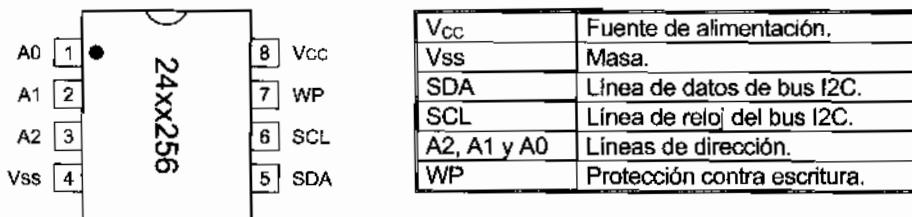

Figura 22-1 Patillaje de la memoria serie 24LC256
- Es una memoria EEPROM serie con interface I2C fabricada por *Microchip*, ([www.microchip.com](http://www.microchip.com)) en un encapsulado de 8 pines mostrado en la figura 22-1.